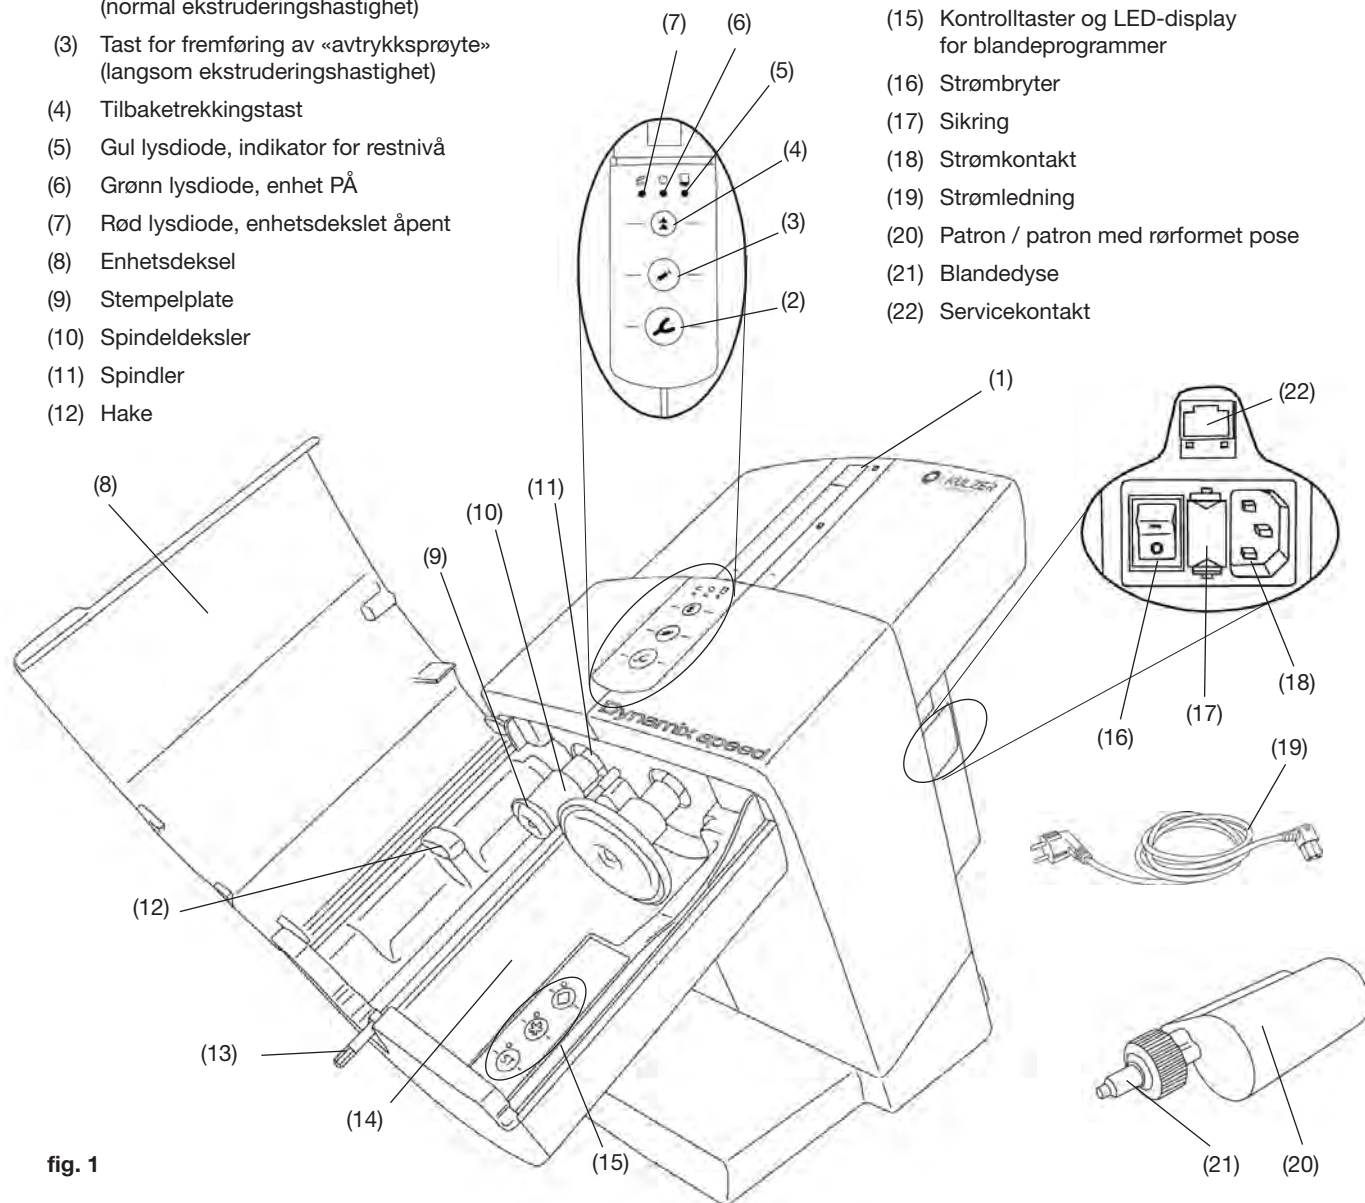
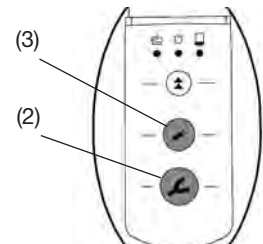

fig. 1
fig. 8
- Koble den medfølgende strømledningen (19, fig. 1) til strømuttaket (18).
- Slå på enheten med strømbryteren (16).
- Trykk på tilbaketrekkingstasten (4).
- Stemplene (9, fig. 1) trekkes tilbake til utgangsposisjonen, der de stanser.
- Åpne enhetsdekslet (8, fig. 1).
- Fjern transportsikringen (23).
En patron kan kun installeres eller byttes hvis begge stemplene (9, fig.1) er i utgangsposisjon.
- Lukk enhetsdekslet (8, fig. 1).
- Plasser patronen (20) i enheten. Påse at patronen er satt på plass under haken (12).
- Velg blandeprogram (15), se også avsnitt 5.1.1. Informasjon om blandeprogram finnes på patronen i form av symbolet «stjerne»  eller «diamant» .
Dekslet kan kun lukkes hvis patronen er riktig installert. Den røde lysdioden for «Unit cover open» (Enhetsdeksel åpent) (7, fig. 1) er på til enhetsdekslet er skikkelig lukket.
- Hvis brukeren trykker på en av leveringstastene (avtrykkbrett (2, fig. 8) eller dispenser (3, fig. 8)) uten å velge et blandeprogram, aktiveres «ST»-programmet automatisk. Lysdioden ved siden av «ST»-tasten tennes.
- Trykk og hold nede fremføringstasten (2) eller (3) (avhengig av ønsket hastighet eller funksjon):
- Avtrykkbrett (2), normal ekstruderingshastighet med aktivert blandeprogram eller
- Avtrykkssprøyte (3), langsom ekstruderingshastighet.
- Blandeskaftet aktiveres slik at den sekskantede enden (13, fig 1) kan gjenges inn i blandedyseren.